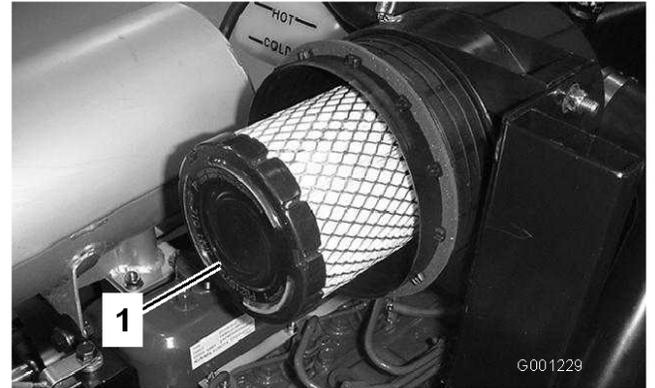

Figura 47
4. Togliete il filtro primario e sostituitelo (Figura 47).